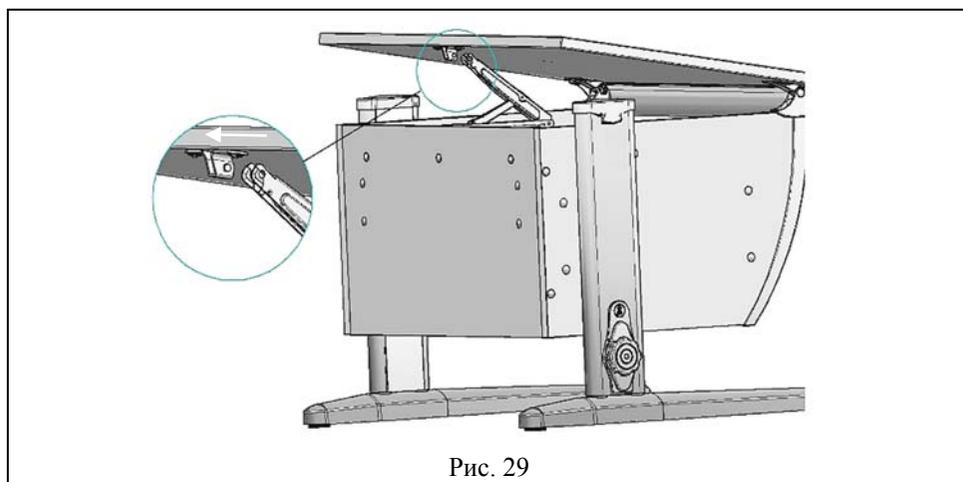

Рис. 29
5.6.4 Фиксатор столешницы Multiflex верхней частью ввести в кронштейн верхний, согласно рис. 29; 29а.
5.6.2 Фиксатор столешницы Multiflex верхней частью ввести в кронштейн верхний, согласно рис. 29; 29а.
Рис. 29а